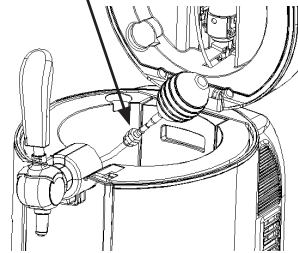

Abbildung 23
2. Schließen Sie das Ende des Anstechbolzens an. Drücken Sie das Wasser aus dem Reinigungsset zur Reinigung der Leitungen hinein und drücken Sie das Wasser aus dem Bierschlauch am anderen Ende heraus. Wiederholen Sie diesen Schritt, bis der Bierschlauch vollständig sauber ist. (Sie benötigen mindestens 3 mit warmem Wasser gefüllte Reinigungsbalge). Reinigen Sie den Dosiermechanismus wie in Abbildung 23 dargestellt.